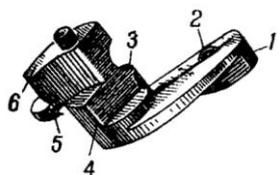

Рис. 29. Предохранитель:
**Предохранитель** (рис. 29) служит для обеспечения безопасности обращения с пистолетом. Он имеет: флажок для перевода предохранителя из положения «огонь» в положение «предохранение» и обратно; фиксатор для удержания предохранителя в приданном ему положении; ось, на которой сделан уступ с полочкой для поворота шептала и освобождения курка от боевого взвода при переводе предохранителя в положение «предохранение»; ребро для запирания затвора с рамкой при постановке предохранителя в положение «предохранение»; зацеп для запирания курка в положении «предохранение»; выступ для восприятия удара курка при включении предохранителя. Предохранитель вставляется в гнездо затвора.